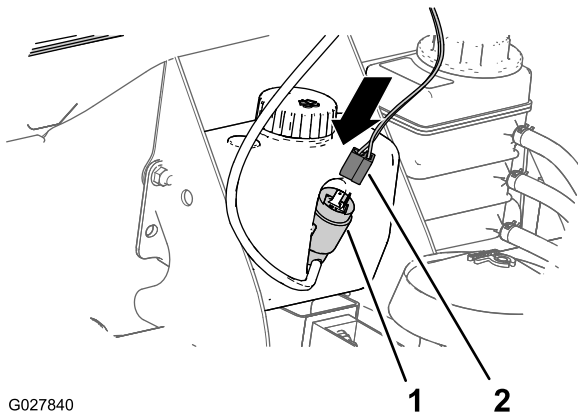

Figure 29
1. Placez le connecteur à 2 douilles du faisceau devant le connecteur à 2 lames de la pompe de lave-glace (Figure 29).
2. Poussez le connecteur du faisceau sur la pompe jusqu'à ce qu'il soit parfaitement engagé (Figure 29).